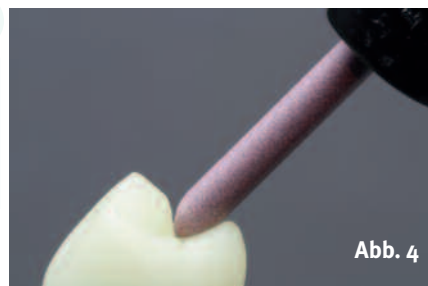

Abb. 4
► **Abb. 4** ... S235Dmf in mittlerer Körnung ...